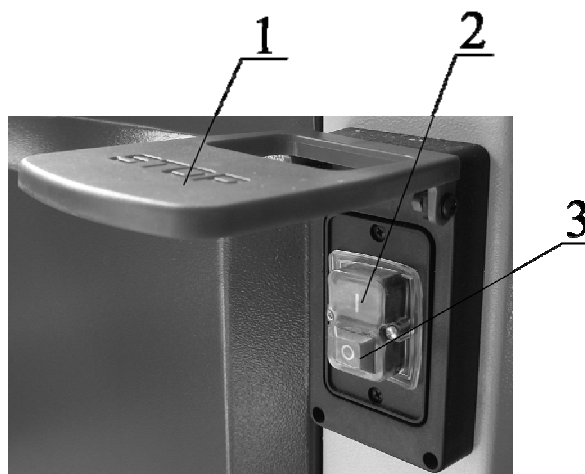

Рисунок 20.
Станок включается кнопкой 2 (I) и выключается кнопкой 3 (0). Кнопка (защитный кожух) 1 (СТОП) служит для аварийного выключения станка (см. рис. 20).